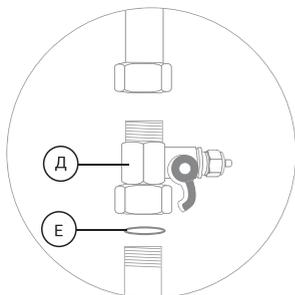

Рис. 14
1. Установите адаптер-вентиль (Д) между магистралью холодной воды и гибкой подводкой вашего смесителя. Уплотните соединение тройника-адаптера с магистралью при помощи поставляемого в комплекте уплотнительного кольца (Е) (рис. 14).